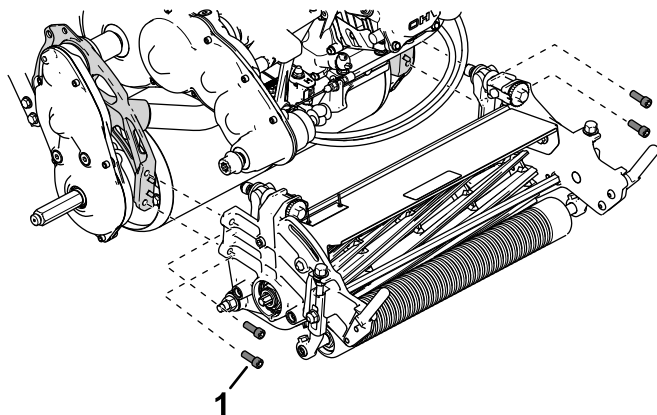

Figura 50
4. Retire os parafusos de cabeça sextavada interior que prendem a unidade de corte à estrutura (**Figura 50**).